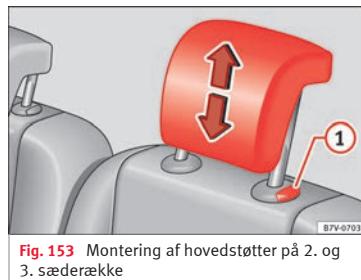

Fig. 153 Montering af hovedstøtter på 2. og 3. sæderække
- Tag hovedstøtten af, når du har trykket knappen ind » Fig. 153 (1).